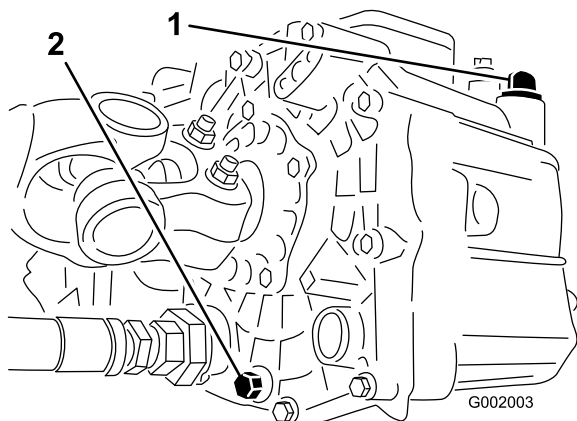

Figure 56
3. Retirez le bouchon de vidange sur le côté du réservoir et laissez couler l'huile dans le bac de vidange (Figure 56).